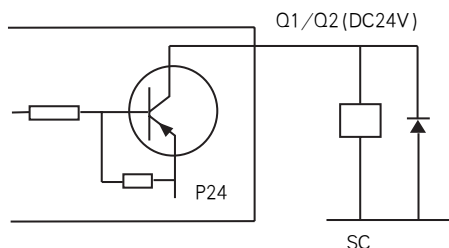

图2-14 晶体管输出电路
- 如输出端子需要0V则可按图2-14加装中间继电器进行转换。
- 如果输出端子驱动感性负载(例如电磁继电器、中间继电器)，则应加装浪涌电压吸收电路如图2-14。在浪涌吸收电路中如加装续流二极管(用于直流电磁回路，安装时一定要注意极性)。